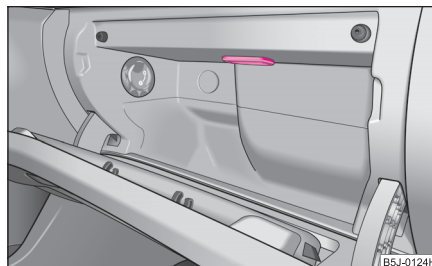

Abb. 178 Leuchte im Ablagefach auf der Beifahrerseite ausbauen
- Ein Messer oder Ähnliches seitlich zwischen Leuchte und Ablagefach schieben ⇒ Abb. 178. Leuchte vorsichtig heraushebeln.